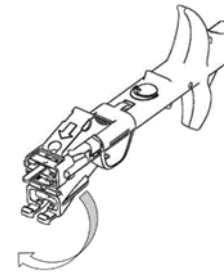

Fig. 2
5. Rilasciare con attenzione l'ugello della cartuccia dalla sicura. Fare attenzione a non danneggiare l'estremità dell'ugello. Piegare l'ugello della cartuccia di 180 gradi finché non scatta in posizione come illustrato in Fig. 2.